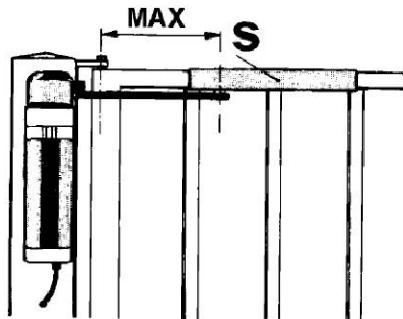

рис. 18
- В моторедукторах с тянувшей ручкой модели E5S, скользящая часть "S" фиксируется вниз головой (рис. 18); она должна быть расположена на максимальном расстоянии от рамы (столба), позволяя ручкой "L1".